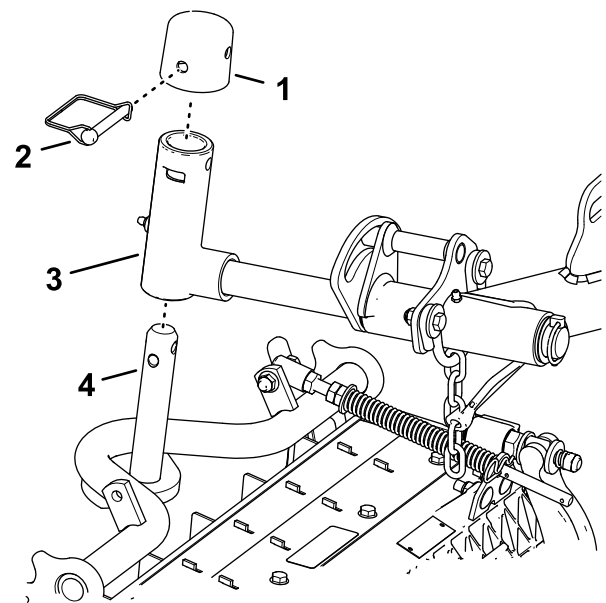

Bild 24
1. Schieben Sie ein Mähwerk unter den Hubarm (Bild 24).